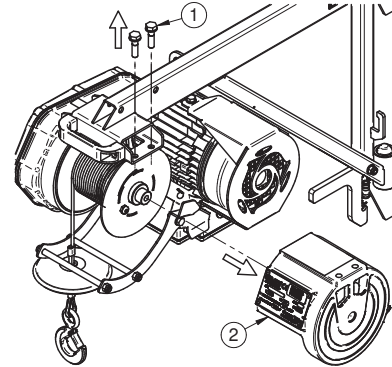

Abb. 4.1
**!** - 4) Vor jeder Beförderung die einwandfreie Befestigung der Last am Haken prüfen und immer die Sicherung schließen (Bez. 6, Abb. 4.1).
1) Entfernen Sie die Trommel, indem Sie die 2 Schrauben (Ref. 1, Abb. 4.1) abschrauben und die Trommelhalterung (Ref. 2, Abb. 4.1) abnehmen.